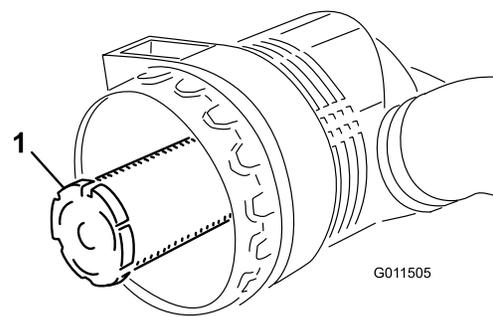

Figure 53
**Important:** N'essayez jamais de nettoyer l'élément de sécurité (Figure 53). Remplacez-le une fois sur trois, quand vous effectuez l'entretien de l'élément principal.